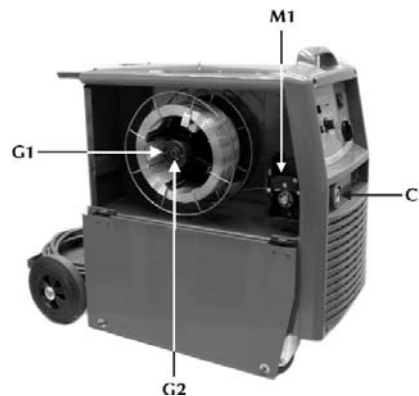

Fig.2
- Anslut MIG-brännaren till uttaget (C1 i fig.2) och var noga med att skruva åt låsringen helt.
- Skruva loss låsringen (G1 i fig.2) från trådrullshållaren och för in trådrullen så att den roterar motsols när du drar i den yttre trådänden. För också in hållarens metallstift på plats, sätt tillbaka låsringen (G1 i fig.2) och dra åt friktionsskruven (G2 i fig.2).
- Lösa stödet för kuggväxelmotorns trådmatare (M1 i fig.2) och för in trådänden i trådförarbussningen via valsens till brännaruttaget. Lås stödet i position och kontrollera att tråden är införd i valsspåret.